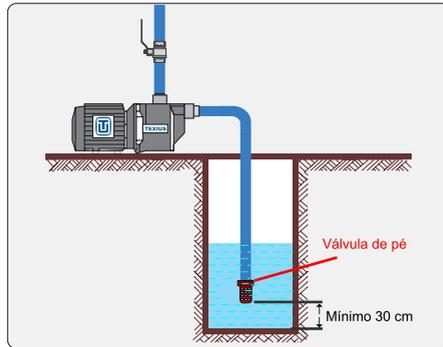

Figura 1
6.3 Quando a bomba for instalada acima do nível de captação, a tubulação de sucção deverá prever uma válvula de pé com crivo (válvula de fundo de poço). A válvula de pé manterá a bomba escorvada, ou seja, manterá a bomba e a tubulação de sucção preenchida com o líquido quando o sistema for interrompido (ver figura 1).
do poço ou cisterna e deve-se garantir uma coluna de água suficiente para que não entre ar pela mesma. (ver figura 1).